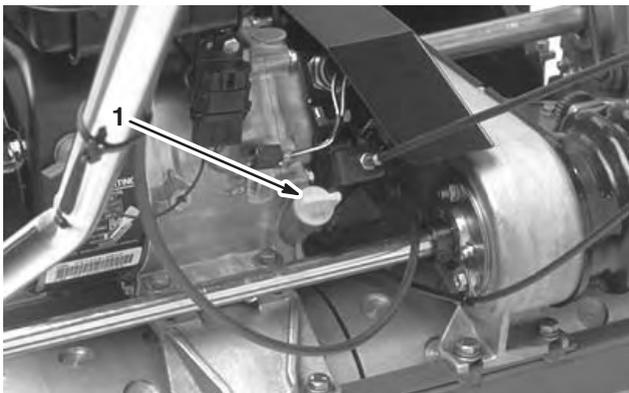

Figure 6
1. Positionnez la tondeuse de sorte que le moteur soit de niveau (Fig. 6).